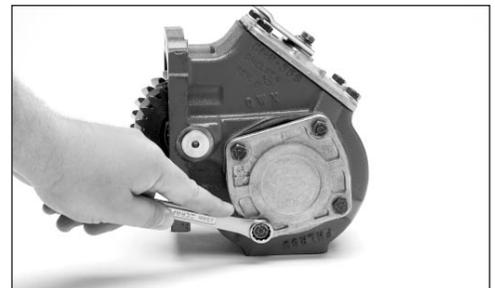

Fig. 9
12. Instale la bomba con “la protuberancia hacia arriba”\* (lado del puerto de succión más cercano a la transmisión) (Fig. 9). Apriete los pernos de la bomba a 45-50 N.m [32-37 libras-pie].